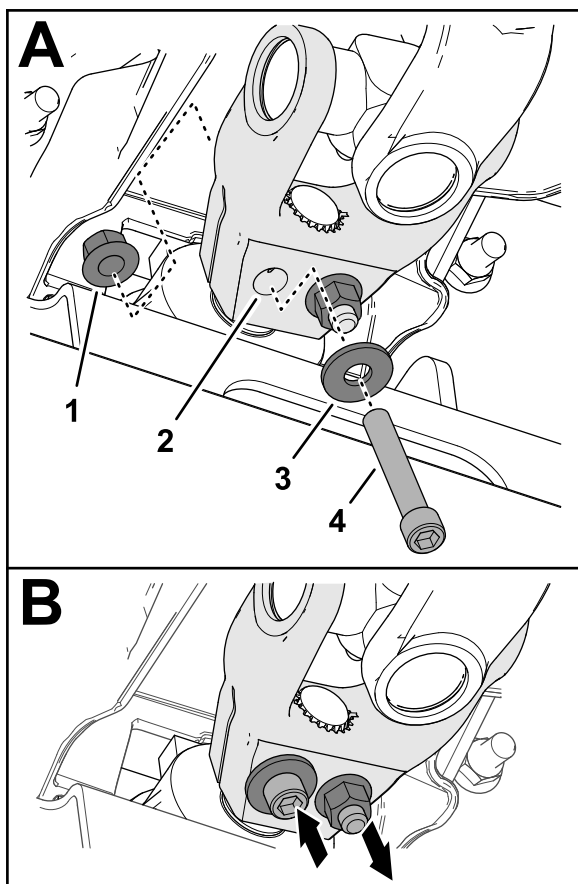

Bild 17
6. Montieren Sie eine Innensechskantschraube ($\frac{3}{8}$ " x $2\frac{1}{4}$ ") durch eine Unterlegscheibe ($\frac{3}{8}$ " und die Bohrung in der Antriebswellengabel (**Bild 17**), und sichern Sie die Innensechskantschraube mit einer Sicherungsbundmutter ($\frac{3}{8}$ ").
7. Montieren Sie eine Innensechskantschraube ($\frac{3}{8}$ " x $2\frac{1}{4}$ ") durch eine Unterlegscheibe ($\frac{3}{8}$ ") und die Bohrung in der Antriebswellengabel von der entgegengesetzten Richtung (**Bild 17**), und sichern Sie die Innensechskantschraube mit einer Sicherungsbundmutter ($\frac{3}{8}$ ").